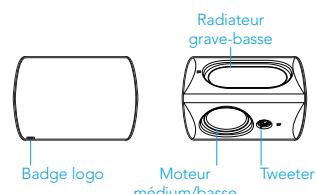

Figure 2
- N'oubliez pas de toujours diriger les enceintes de manière à permettre à l'eau de s'écouler hors du cône du moteur et/ou du radiateur basse-grave. Positionnez toujours les enceintes de façon à ce que le côté avec le moteur moyen/basse et le tweeter, c'est-à-dire le côté avec le badge du logo Definitive Technology (voir Figure 2), soit orientés vers la zone d'écoute.